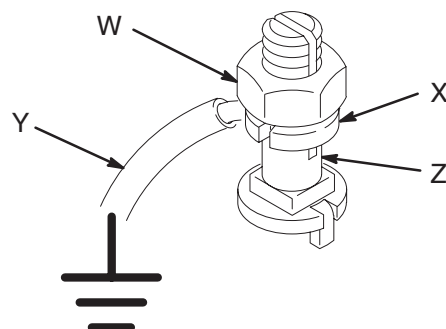

Fig. 1
1. *Bomba:* use un cable y una abrazadera de conexión a tierra tal como se indica en la Fig. 1. Afloje la tuerca de bloqueo (W) y la arandela (X) de conexión a tierra. Introduzca un extremo de un cable de conexión a tierra (Y) de un mínimo de $1,5 \text{ mm}^2$ en la ranura del terminal (Z) y apriete firmemente la tuerca de bloqueo. Conecte el otro extremo del cable a una tierra verdadera. Pida el cable y la abrazadera de conexión a tierra, ref. pieza 237569.